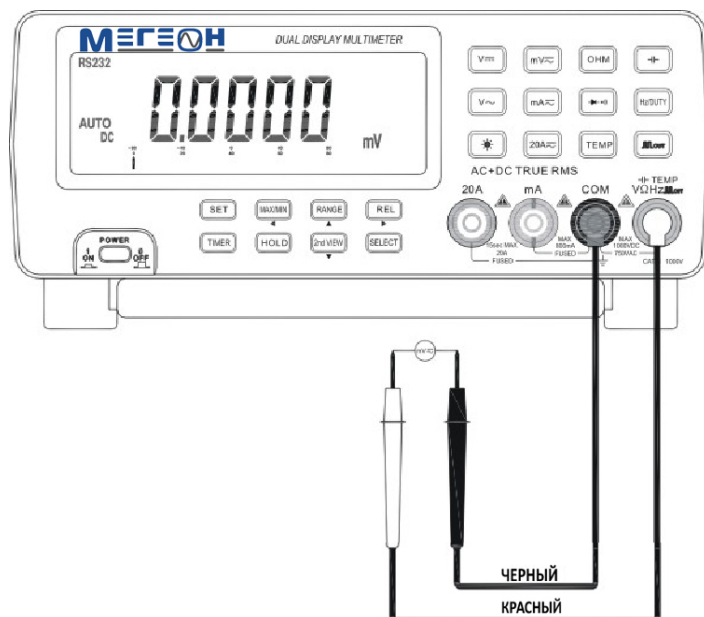

Рисунок 8. Измерение напряжения в милливольтгах.
- Коснуться «щупом» контрольной точки. Способ измерения представлен на Рис. 8.